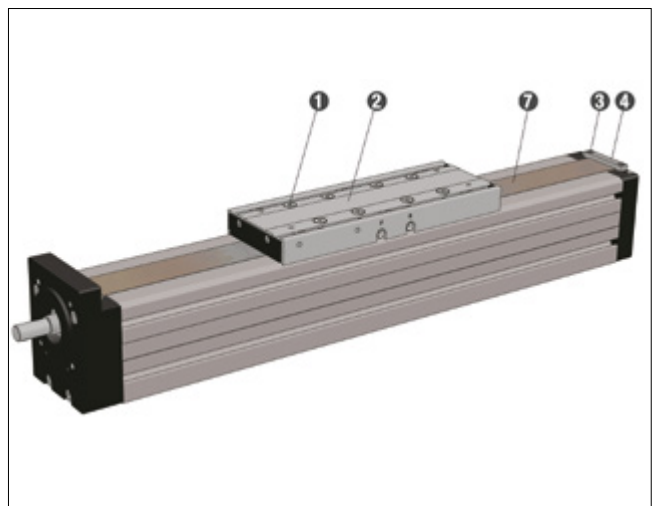

Bild 4.12 ____ Austausch Abdeckband
Für den Austausch des Abdeckbandes an Linearachsen der Baureihen AXC sind die nachfolgenden Schritte entsprechend Bild 4.12 bis 4.15 einzuhalten:
1. Schrauben **1** demontieren und Tischplatte **2** entfernen (Bild 4.12).